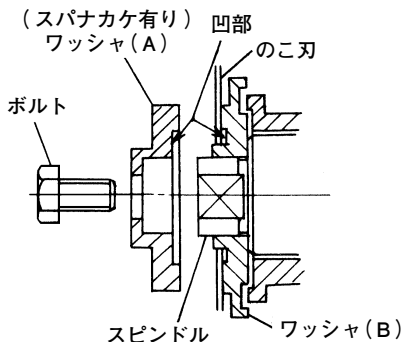
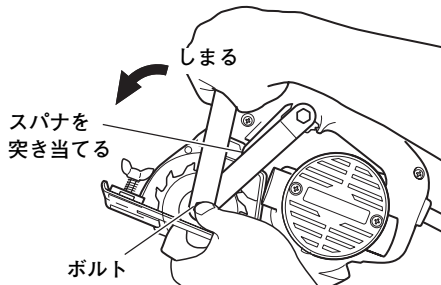

図14-1
図14-2
- (1) スピンドルや、ワッシャに付いている切りくずをよくぬぐい去ります。
- (2) ワッシャ (A) およびワッシャ (B) の凹部をのこ刃側にします。 (図14-1)
- (3) のこ刃の向きは、のこ刃の矢印がカッターカバーの矢印方向と一致するようにします。
- (4) ボルトは十分に締付けてください。 (図14-2)